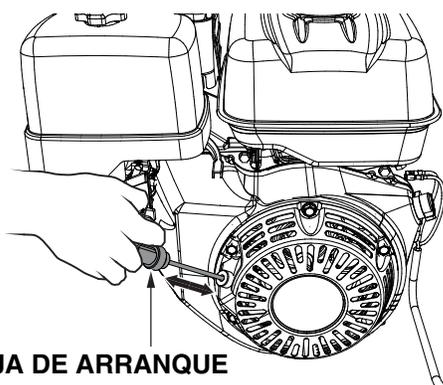

Figura 17. Manija de arranque
- Tome la manija de arranque (Figura 17) y tírela lentamente. La resistencia se vuelve mayor en un cierto punto, que corresponde al punto de compresión. Rebobine un poco el cable desde ese punto y tire con fuerza.